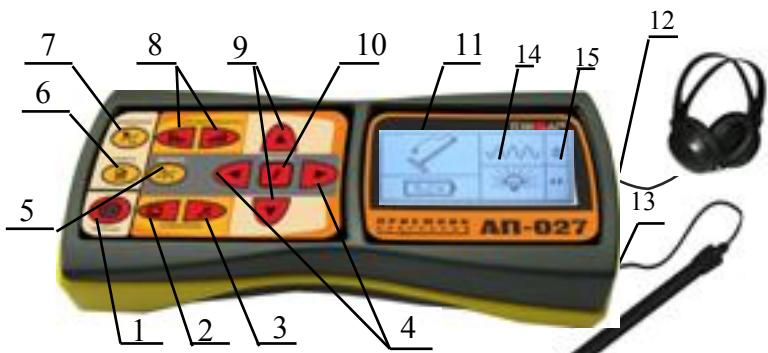
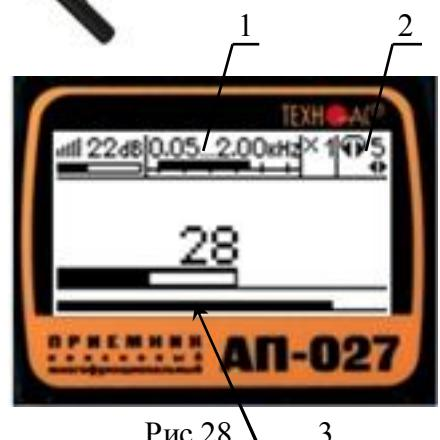

Рис.27
Рис.28
- Включить питание приемника АП-027 кнопкой ① поз.1 рис. 27.
- выбрать вид принимаемого сигнала сигнал «непрерывный » или «импульсный », в зависимости от режима заданного на генераторе (любой из кнопок  $\Delta/\nabla$  поз.9 рис.27., см. подсказку поз.15 рис274)
- Установить необходимый уровень подсветки индикатора приемника, используя для этого кнопки  $\blacktriangle/\triangleright$  поз.4 рис.27.
- a) Запустить режим «измерение» кнопкой поз.7 рис.27.
- c) Выбрать частоту, установленную на генераторе кнопками  $\blacktriangle/\triangleright$  поз.4. рис.27.
- d) выйти из режима регулировки фильтра, нажатием кнопки «частота» поз.10 рис.27. На индикаторе в зоне окна поз.1 рис.28 исчезнет указатель подсказки и появится в зоне поз.2 рис.28 (возможность регулировки звука).
- e) установить комфортную громкость звука в телефонах поз.2 рис.28, для этого нажать на кнопку режима звуковой индикации поз.3 рис.27 и отрегулировать громкость кнопками  $\blacktriangle/\triangleright$  поз.4 рис.27 (если кнопки не используются для регулировки фильтра).
- f) Установить уровень входного сигнала кнопками «чувствительность» и поз.8 рис. 27 по индикатору «узкая шкала» (предпочтительно на 50...70% от максимума) поз.3 рис. 28.
- g) установить необходимый коэффициент усиления фильтрованного сигнала множителем « $\times 1/2/4/8$ » нажимая на кнопки  $\Delta/\nabla$  поз.10 рис.27, не допуская перегрузок.